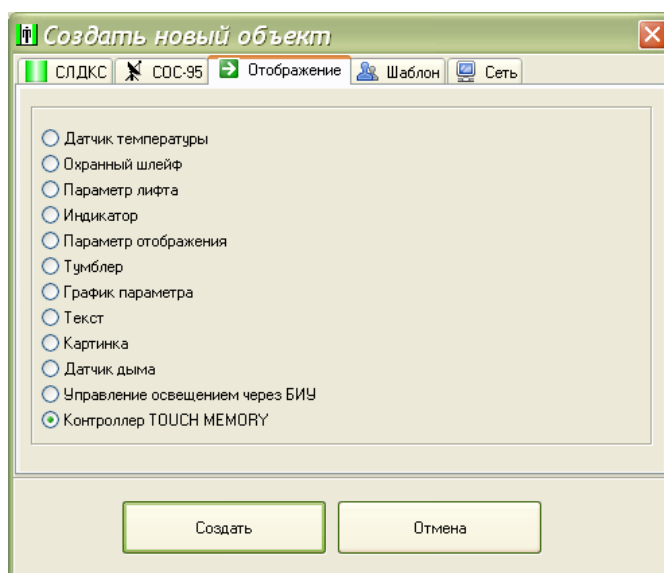

Рисунок 26
1) В контекстном меню выбрать пункт «Создать новый объект», на вкладке «Отображение» выбрать блок контроллер Touch Memory (рисунок 26).